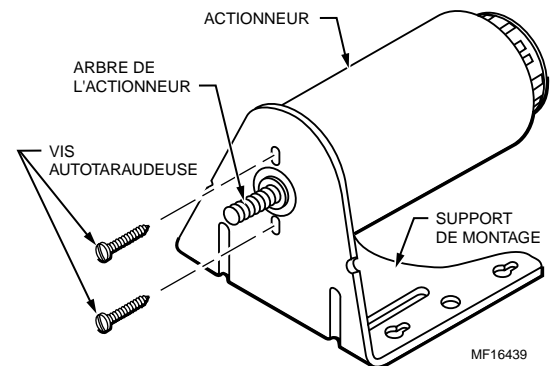

Fig. 2. Montage de l'actionneur.
5. Fixer l'actionneur au support à l'aide de deux vis autotaraudeuses n° 8 x 1/2 (Fig. 2).